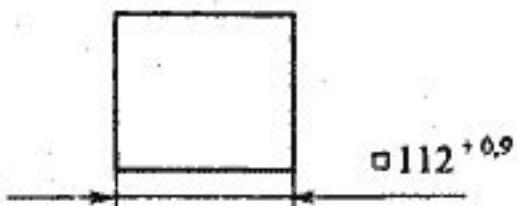

Рис.1
5.1. Приборы монтируют на ферромагнитных и неферромагнитных щитах. Разметка щита приведена на рис.1.